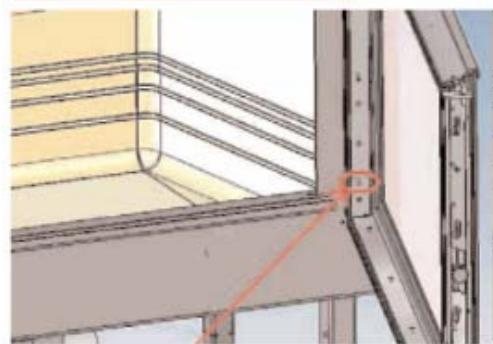

рис. 1
- 1) Вставьте пружину в вертикальный профиль дверцы, на которую навешена створка, двигаясь снизу вверх и следя, чтобы короткая L-образная сторона пружины была параллельна горизонтальному профилю створки (рис. 1).
В камине SCREEEN предусмотрена возможность отопления нагнетаемым воздухом до 3 помещений, включая то, где установлен камин. Непосредственно над застекленной створкой, справа и слева имеются две опрокидных заслонки с рычагом управления. Заслонки закрывают выходы нагнетаемого горячего воздуха на передней панели, вследствие чего он выходит через патрубки воздуховодов. Регулировка при горячем камине производится при помощи специального инструмента (S), соединенного с термоизолирующей рукояткой (F) рис. 1.